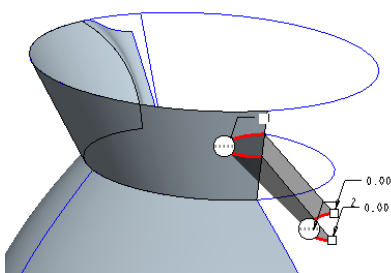

图 5-101 选择第一方向曲线链
- 单击“第一方向链”收集器, 按住【Ctrl】键在模型中选择如图 5-101 所示的两条曲线。